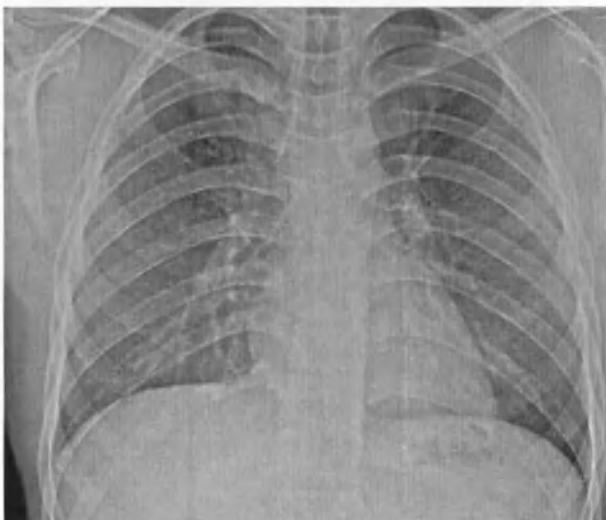

Рис. 121 Индекс Мура
- На изображении появится графическая конструкция (Рис. 121 Индекс Мура), состоящая из двух параллельных линий и линии перпендикуляра;